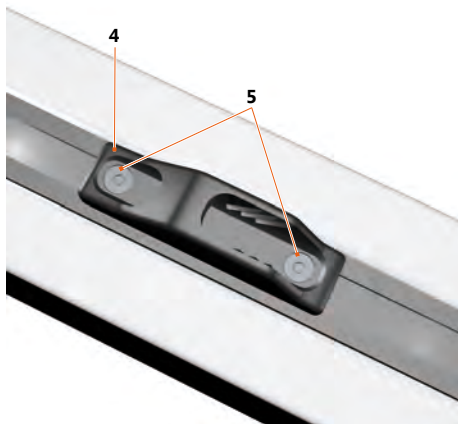

Fig. 23: Klämanordning
4. Montera vajern (13) via de båda skruvarna på främre delen av hållaren för att skapa så bra hävstångsverkan som möjligt.
5. För tiltlinan till den medföljande omlänkningen i området vid fotstyrningen, där den länkas om. Därefter går tiltlinan cirka 40 cm tillbaka till den medföljande klämanordningen som är monterad i spårskenan (se **Fig. 23: Klämanordning**).